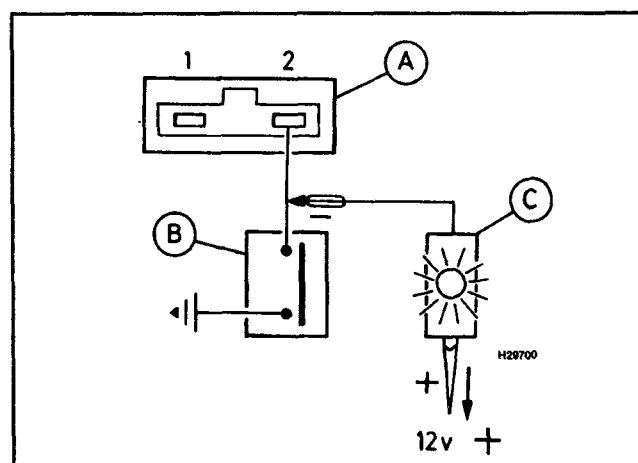

Рис. 25.2. Извлечение кодов неисправностей при помощи выключателя и светодиода (для моделей без сигнальной лампочки)
- 1 Подключите вспомогательный выключатель к двухштырьковому диагностическому разъему (см. рис. 25.2).
17 Подключите вспомогательный выключатель к двухштырьковому диагностическому разъему (см. рис. 25.2). Если на автомобиле не установлена сигнальная лампочка, подключите к разъему светодиода в соответствии с рисунком.
1 Подключите вспомогательный выключатель к двухштырьковому диагностическому разъему (см. рис. 25.2).